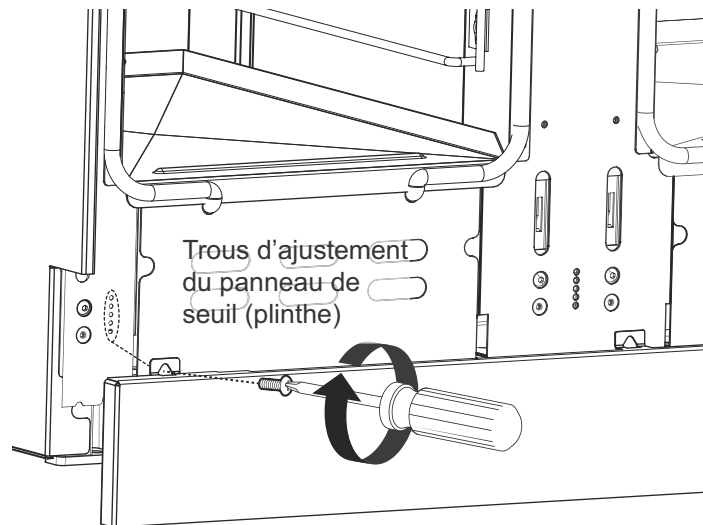

Figure 27 : Ajustement du panneau de seuil (plinthe)
3. Remplacez le panneau à l'une des cinq positions de trou de vis, comme illustré sur la Figure 27. Réinstallez les vis Torx.
Tournez le bouton à HI. Voir Figure 27 pour les caractéristiques de flamme appropriées.